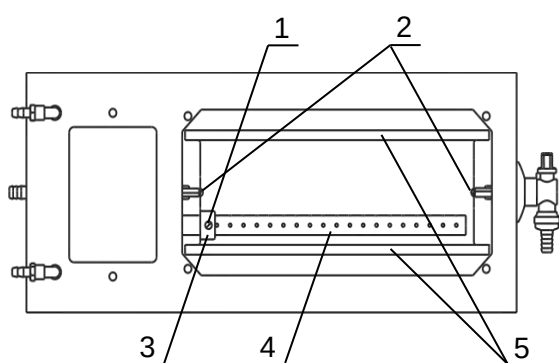

Рисунок 6 — Извлечение рабочей ванны термостата
2.4.6 Для извлечения и очистки рабочей ванны термостата необходимо ослабить винт 1 (рисунок 6), рассекающий элемент 4 выдвинуть из втулки 3 до упора в противоположную стенку ванны. Винты 2 выкрутить полностью и вынуть рабочую ванну, удерживая ее за металлические уголки 5.